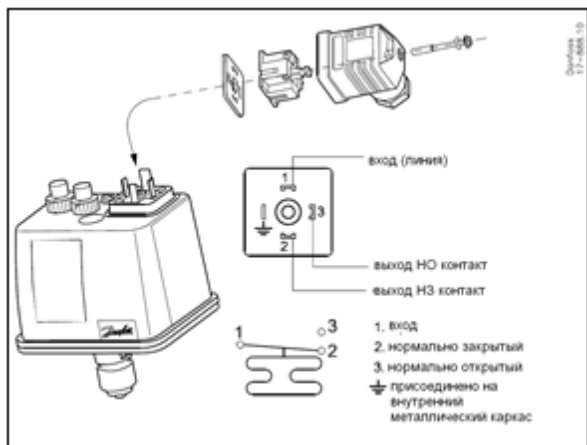

Рис.4.3.
4.4.4. Для осуществления простоты электрических присоединений ВСП снабжено штекерным соединением стандарта DIN-43650A с кабельным вводом типоразмера Pg 11 (для кабелей круглого сечения диаметром от 8 до 12 мм). Все присоединения осуществляются согласно рис.4.3.